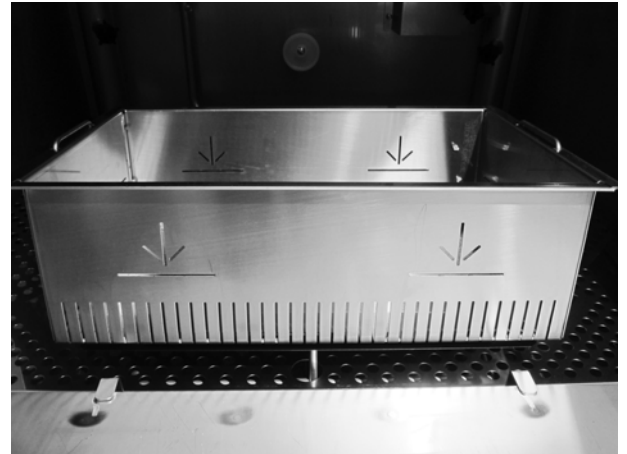

Abbildung 23: Granulatkollektor in Maschine
3. Stellen Sie den Granulatkollektor auf den Korbheber. Er sollte so nah an der Tür wie möglich stehen, das heißt der Granulatkollektor wird sich leicht nach hinten, zur Rückseite der Maschine neigen. (Abbildung 23 Granulatkollektor in Maschine).